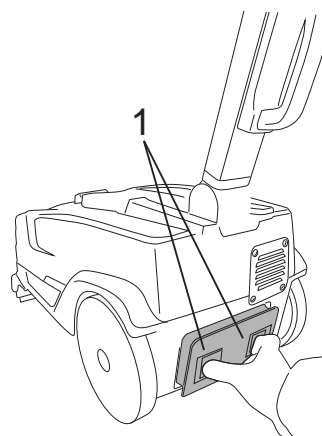

Fig.13A
Trykk på de to glidelukningene for å frigjøre batteriet, trekk deretter ut batteriet (fig.13A - ref.1).